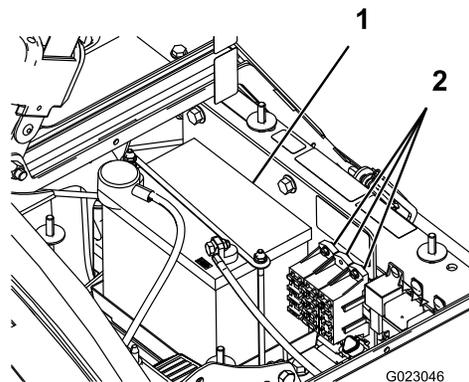

図 49
全部で2本のヒューズブロックを使用し、1本の未使用スロットがあります。ヒューズは運転席下に取り付けてあります 図 49。
2. バッテリーは、機体右側、ポンプの後ろにある 図 49。
5. バッテリーリテーナと固定金具を外す 図 49。
2. バッテリー押さえを元通りに取り付ける 図 49。
4. バッテリーカバーを元どおりに取り付けノブで固定する 図 49。
1. バッテリーボックスのノブ 図 49をゆるめ、カバーを外す。